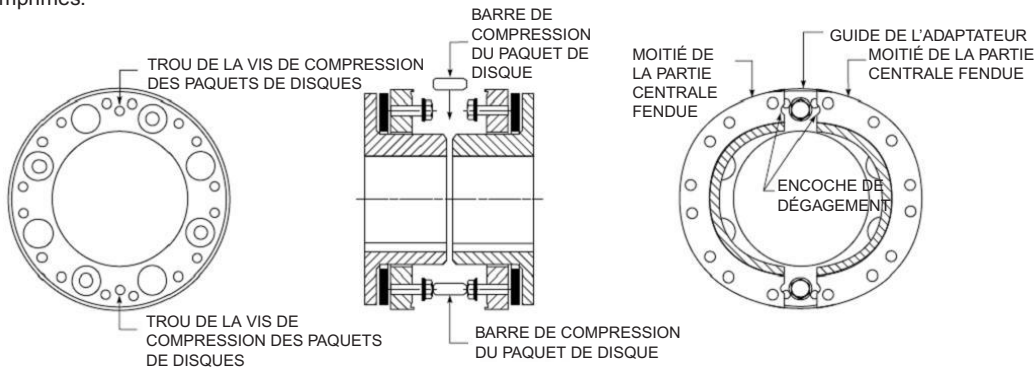

Figure 12
fendue aux adaptateurs peuvent être utilisées pour comprimer les paquets de disques. Les adaptateurs ont deux trous taraudés utilisés pour comprimer le paquet de disques. Voir la figure 12. Installez une vis de blocage dans chacun de ces trous jusqu'à ce que l'extrémité de la vis de blocage commence à sortir par l'adaptateur. Ne serrez pas les vis de blocage contre les paquets de disques.
- 9.7. Comprimez les paquets de disques juste assez pour que les moitiés des parties centrales soient ajustées entre les guides de l'adaptateur. Positionnez les moitiés de partie centrale de sorte que les encoches de dégagement soient placées autour des vis de compression du paquet de disques (voir la figure 12) et que les numéros imprimés sur chaque moitié du diamètre extérieur des brides soient les mêmes et alignés mutuellement. Alignez les repères correspondant, le cas échéant.